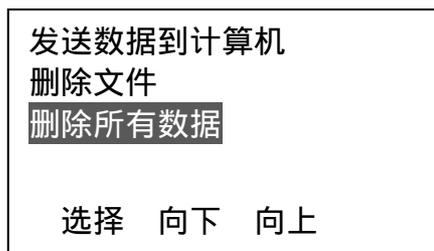

图 35
- f. 在 d 步骤若按 \leftarrow 或 \rightarrow 键将光标移至删除所有数据，如图 35：
- g. 按 \leftarrow 键进入图 35 确认界面，此刻按 \leftarrow 键确认删除所有数据，按 **MODE** 键返回菜单状态。按 **MODE** 键返回。